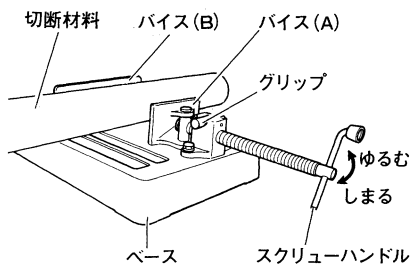

図7
- (2) グリップを倒した状態(図7参照)の時、スクリーハンドルを回せばバイス(A)のネジ送りができます。